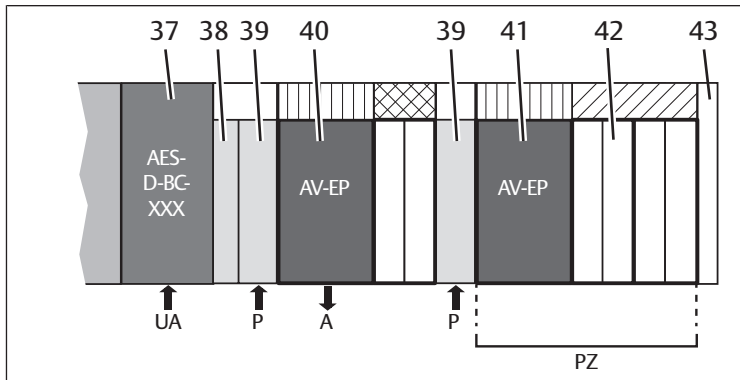

Fig. 12: Exemple de configuration
La fig. 12 montre un exemple de configuration de l'îlot de distribution AV avec coupleur de bus AES.
1. Grâce à une plaque d'alimentation pneumatique (39), s'assurer de la présence d'un orifice d'alimentation et/ou d'échappement supplémentaire.
- ▶ Placer le régulateur de pression AV-EP à proximité immédiate des distributeurs à alimenter (42). Le régulateur de pression AV-EP se situe du côté vers lequel le coupleur de bus AES (37) est tourné (voir fig. 12, zone de pression PZ).
Afin d'atteindre le débit maximal du régulateur de pression AV-EP, nous recommandons de placer une plaque d'alimentation pneumatique (39) en amont du régulateur de pression (voir exemple de configuration à la fig. 12).
- ▶ Positionner le régulateur de pression individuelle (40) entre le coupleur de bus AES (37) et le régulateur de zones de pression (41), voir exemple de configuration à la fig. 12.